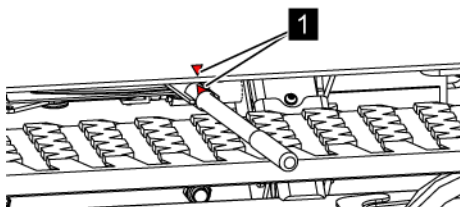

Abb. 148: Rote Pfeile
9. Sicherstellen, dass die Verriegelung ordnungsgemäß eingerastet ist. Dazu muss sich der Handpumpenhebel so weit zurückgestellt haben, dass die beiden Pfeile (Abb. 148/1) übereinanderstehen.